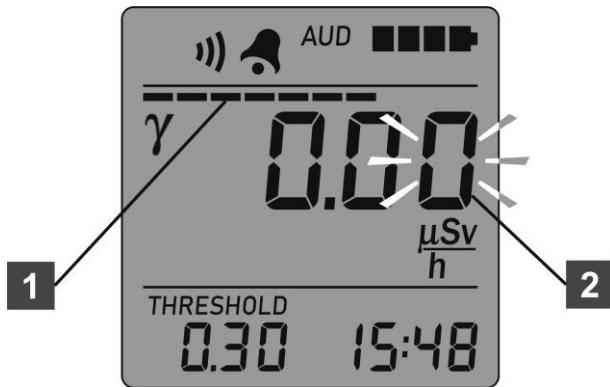

Рисунок 7 – РКІ дозиметра
Якщо і далі продовжити утримувати кнопку ПОРІГ, то через наступних дві секунди дозиметр перейде в підрежим програмування нових значень порогового рівня спрацьовування сигналізації та заданої статистичної похибки, а також увімкнення/вимкнення озвучування зареєстрованих гамма-квантів (рисунок 7). Ознакою цього підрежиму буде смуга (1), що «рухається» по індикатору миттєвого значення та мигання молодшого цифрового розряду (2) нового порогового рівня. Після цього кнопку ПОРІГ необхідно відпустити.